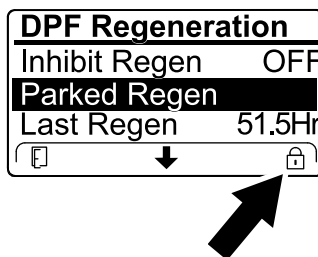

Figure 81
- Si le calculateur moteur demande une régénération d'urgence ou est en train d'en exécuter une, et que vous naviguez jusqu'à l'option PARKED REGEN, la régénération en stationnement se bloque et l'icône de blocage (Figure 81) apparaît en bas à droite de l'InfoCenter.